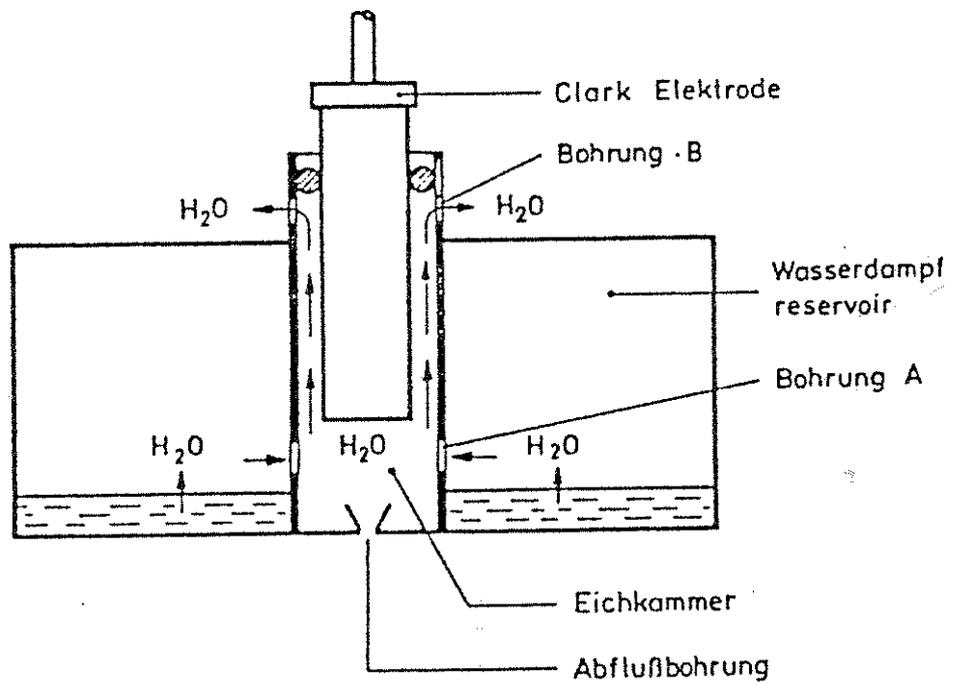

Abb. 1 Zur Wirkungsweise des Lufteichgefäßes OxiCalR
6.2 Aufbau des OxiCalR-Eichgefäßes (Abb. 1)